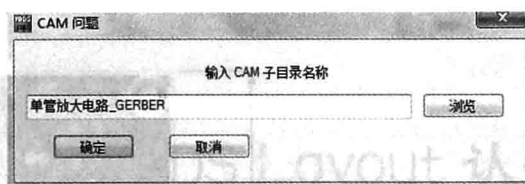
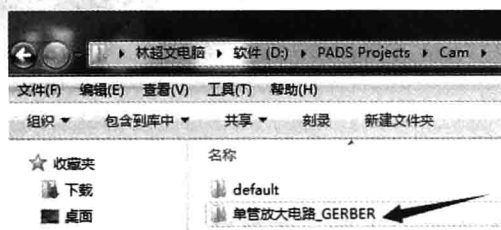

图 6-5 “CAM 问题”对话框
图 6-6 创建后的子目录
(4) 创建存放 CAM 文件的子目录。如果 PADS 安装在 D 盘，则默认的存放路径为“D:\PADS Projects\CAM”。在“CAM 目录”下拉列表中，单击下拉箭头，并单击“<创建>”，如图 6-4 所示。将弹出“CAM 问题”对话框，提示新建一个存放 CAM 文件的子目录，如图 6-5 所示。
在图 6-5 所示的对话框中输入“单管放大电路 _GERBER”，则在默认的存放路径下就多了一个“单管放大电路 _GERBER”文件夹，如“D:\PADS Projects\CAM\单管放大电路 _GERBER”，如图 6-6 所示。